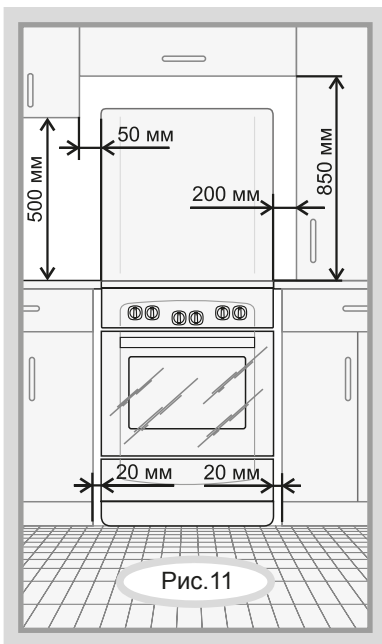

Рис. 11
- Минимальные расстояния, которые необходимо выдержать при установке плиты, показаны на рис. 11. Задняя стенка плиты должна отстоять от поверхности стены не менее чем на 50 мм. Торцы мебели на уровне варочной поверхности стола защитить металлическими накладками. Кухонные полотенца, шторы и т.п. должны находиться на безопасном расстоянии, исключающем их воспламенение.